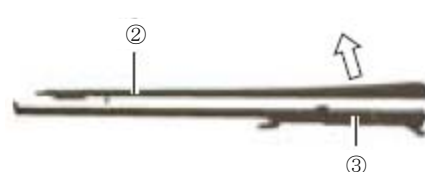

図 14
- (2) スライド部②を矢印の方向へ動かしメイン部③から外し分解が完了する（図 14）。